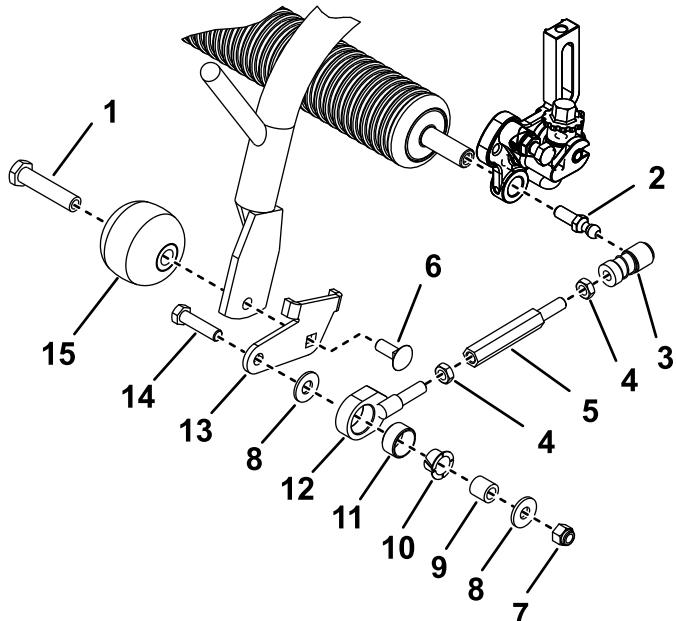

図 2
4. 先ほど外したジャムナットを、新しい長いプルアームエクステンションと、既存のプルリンクブッシュアセンブリと取り付ける図 2。
5. 新しい長いプルアームエクステンションを、既存のプルリンクアセンブリとボールジョイントレシーバアセンブリに組み付ける図 2。この時点ではまだジャムナットを締め付けないこと。
6. 対応するリンクブラケット右または左と先ほど外した芝削り防止ローラを、各前フレームキャリアフレームの端部に取り付けるキャリッジボルトと先ほど外したローラシャフトを使用する。ブラケットは図 2 のように組み付ける。
7. リンクブラケットの外側に、プルリンクアセンブリを取り付けるボルト3/8 x 1-1/2 インチ、平ワッシャ、ブッシュ、先ほど外したスペーサと平ワッシャ、新しいロックナットを使用する図 2。
8. スリーブをボールジョイントレシーバの位置まで引き戻し、レシーバをボールスタッドに取り付ける図 2。